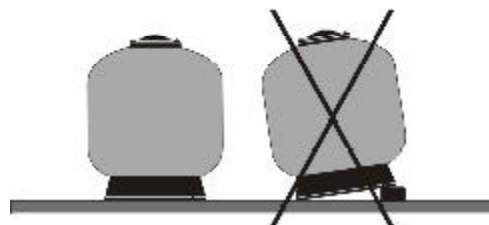

FIG.4
- Colocar los filtros en su emplazamiento definitivo te quedar perfectamente apoyada en el suelo y sobre un plano totalmente horizontal (**FIG. 4**)